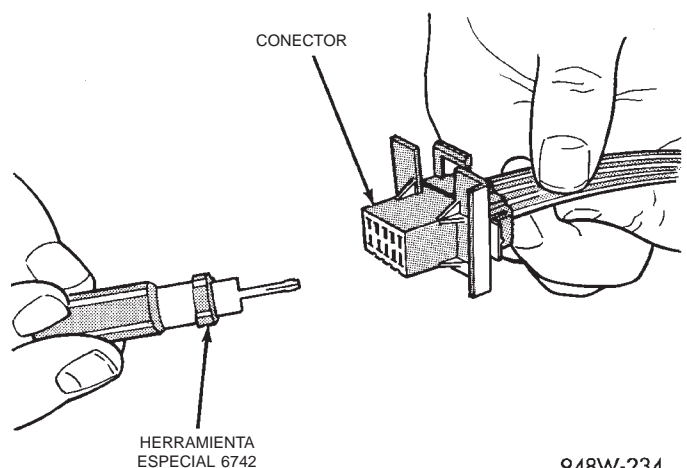

Fig. 10 Reparación de conector Molex
- (1) Desconecte la batería.
- (2) Desconecte el conector de su mitad y/o componente complementario.
- (3) Introduzca la herramienta especial 6742 de liberación de terminales dentro del extremo del terminal del conector (Fig. 10).